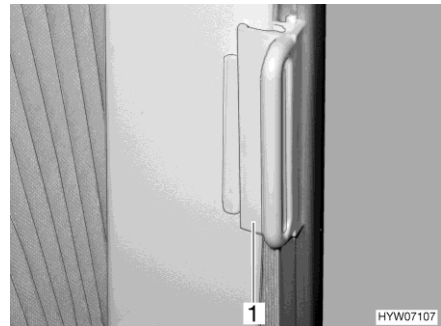

Bild 31 Lås för plisségardin
- Säkra: ■ Skjut in handtaget (Bild 31,1) över kanten. Plisségardinerna är säkrade.